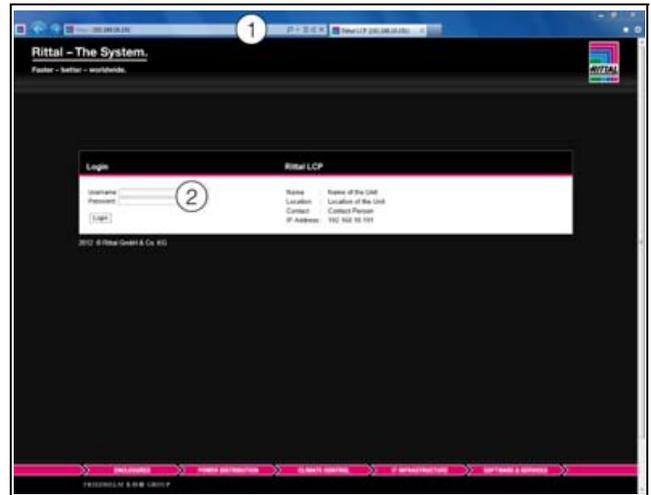

Imagen 54: Ventana de registro en una conexión HTTP
- Introduzca en el navegador la dirección **http://192.168.0.190** (imagen 54, pos. 1). Se mostrará la ventana de registro.
- Regístrese como usuario **administrador** con la clave **admin** (imagen 54, pos. 2).